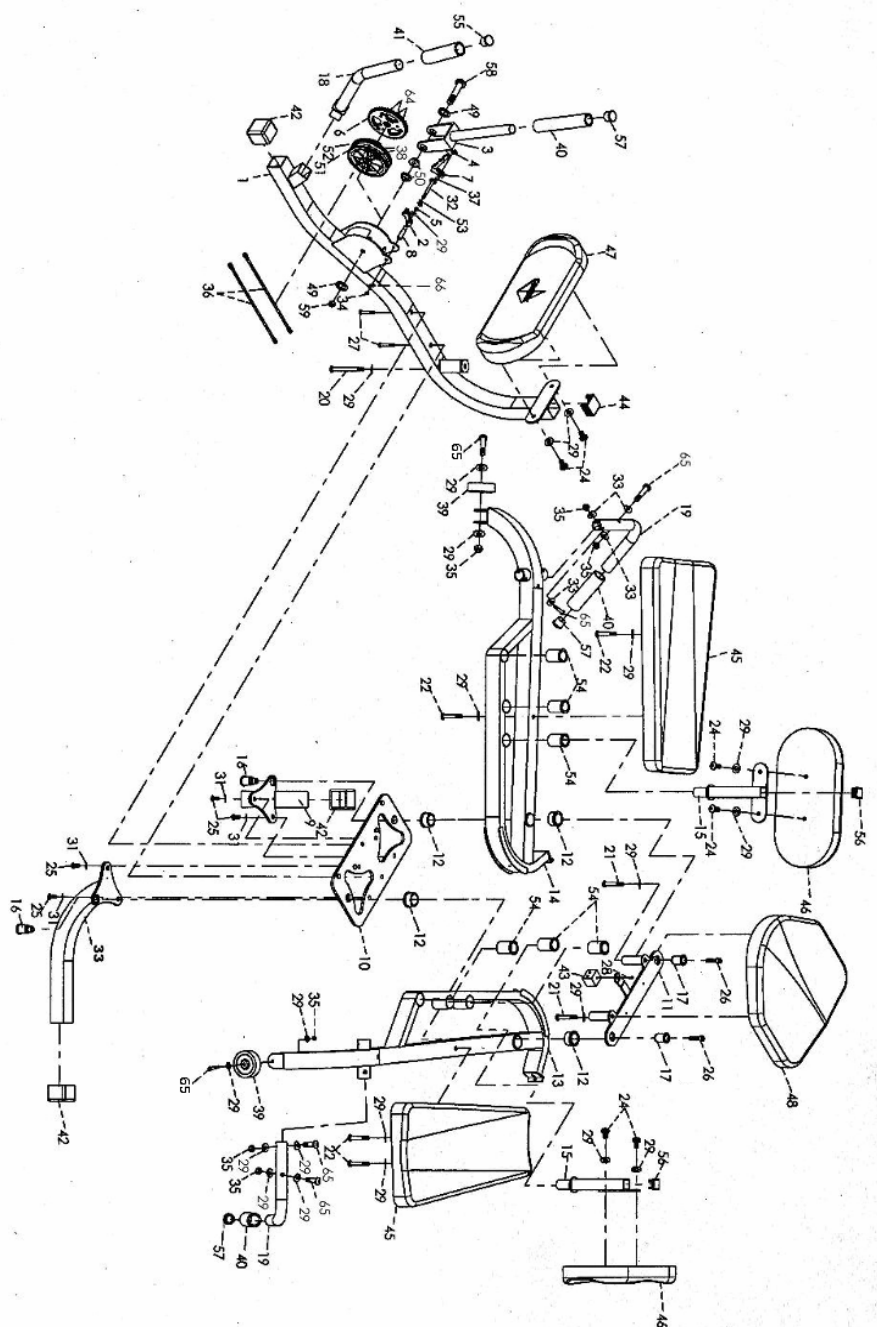

Figure 5; Schema 5; Figura 5; Abbildung 5
3. Falls nicht bereits montiert, bringen Sie an jeder Beinstütze (13 und 14) ein Rad (39) an. Verwenden Sie dazu pro Beinstütze 1 Inbusschraube (65), 2 flache Unterlegscheiben (29) und 1 Sechskantmutter (35). Siehe Abb. 5
3. If not pre-assembled, attach one wheel (#39) to each leg (#13 and #14) with (1) allen head bolt (#65), (2) flat washers (#29) and (1) hex nut (#35) per leg. See figure 5.
3. Si non assemblées, fixez une roue (#39) sur chaque pied (# 13 et 14) en utilisant (1) boulon à tête Allen (#65), (2) rondelles plates (#29) et (1) écrou hexagonal (#35) par pied. Voir figure 5.